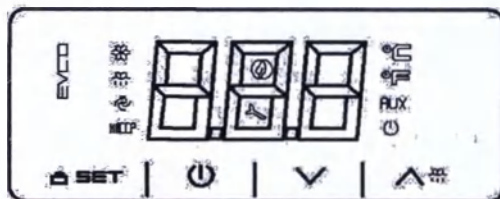

Рис. 3 Блок управления EV3222N3
7.2.1 Контроллер EV3222N3 обеспечивает: поддержание температурного режима в камере, индикацию температуры. Датчик температуры размещается внутри камеры холодильника. Органы управления выведены на панель управления холодильника (рис.3):